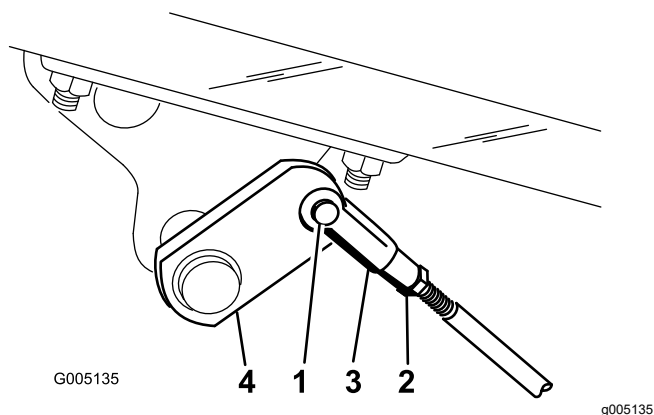

Figure 50
- A. Désaccouplez les tiges de frein en retirant la goupille fendue et l'axe de chape (Figure 50).
- B. Desserrez l'écrou de blocage et réglez la chape comme il convient (Figure 50).
- C. Montez la chape sur l'arbre de frein (Figure 50).